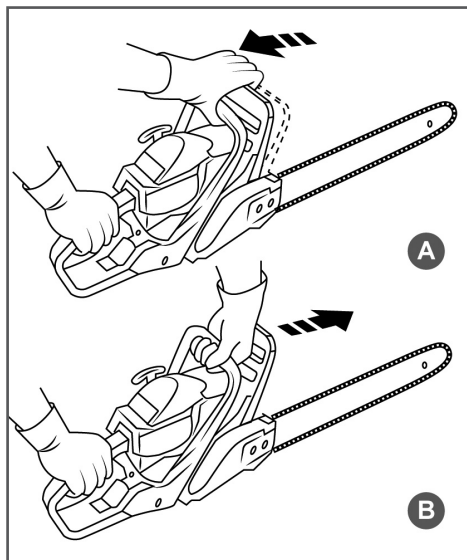

Рис. 7 Проверка механического тормоза цепи
Тормоз цепи выключен (цепь может вращаться), когда ручка тормоза взведена (Рис. 7А).
Тормоз цепи включен (цепь не имеет возможности вращаться), когда ручка тормоза находится в отжатом положении (Рис. 7В).
3. Используя тормоз цепи, переместить левое запястье от себя и нажать им на ручку тормоза, не отпуская рукой переднюю рукоятку бензопилы (Рис. 7В).
6. Введите ручку тормоза (Рис. 7А).
- Убедитесь, что тормоз цепи включен (цепь заторможена), как показано на Рис. 7В.
После запуска двигателя немедленно выключите тормоз пильной цепи. Для этого потяните ручку тормоза на себя до щелчка (Рис. 7А). Будьте осторожны, цепь начнет движение.